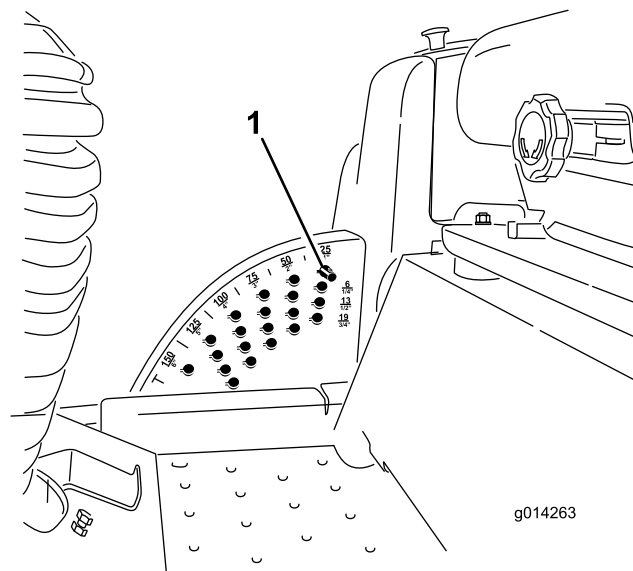

Figura 2
3. Si osservi la posizione del perno dell'altezza di taglio sulla relativa staffa per il rimontaggio (Figura 2). Rimuovete il perno dell'altezza di taglio dalla relativa staffa.